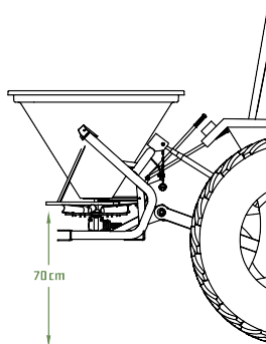

Figura 5.2 - Ejemplo de colocación de la máquina en posición de trabajo.
- Ajuste la altura de trabajo del esparcidor KC tomando como referencia la distancia entre el suelo y el plato esparcidor (*Figura 5.2*). Una vez ajustada esta dimensión (70 cm), ahora debe nivelar la máquina en relación con el suelo (*Figura 5.2*).